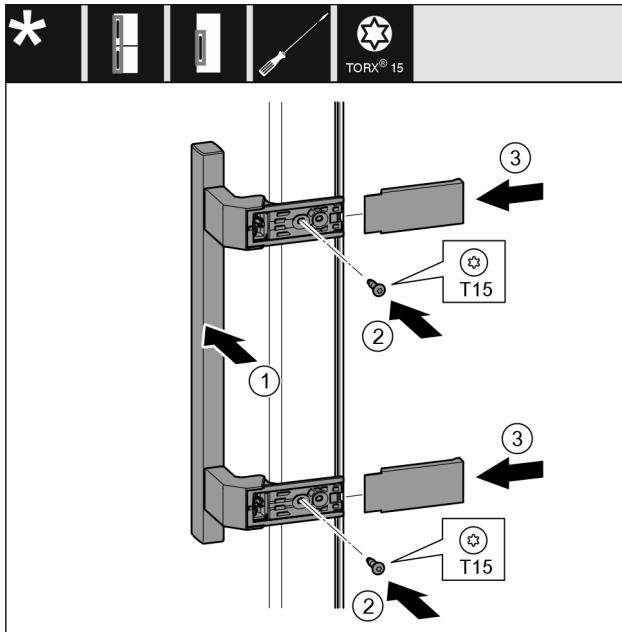

Fig. 22
- ▶ Postavite ručku Fig. 22 (1) na suprotnu stranu.
- ▶ Odvijačem pritegnite vijke Fig. 22 (2).
- ▶ Postavite poklopce Fig. 22 (3) bočno i natakните ih.